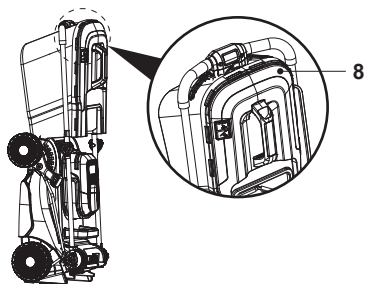

Fig. 23
- Il est recommandé de ranger la tondeuse à gazon avec le bac de ramassage (8) accroché à la tondeuse et l'obturateur mulching (24) installé dans la tondeuse (Fig. 23).